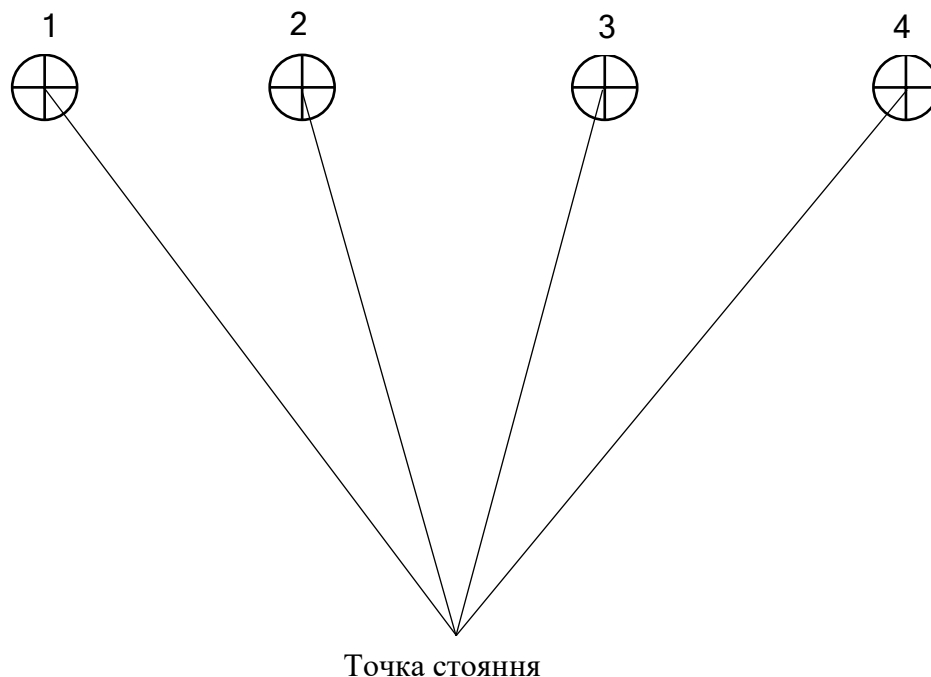

Рисунок 9.3 – Схематичне зображення завдання 1
- натисніть клавішу «F2» (ПОВТ), а потім наведіться на марку 1 (рис. 9.3);